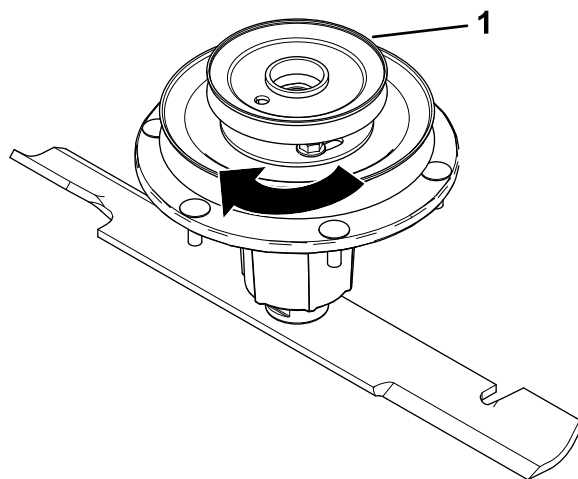

Figura 6
7. Rode a polia para a bloquear no sítio (Figura 6).